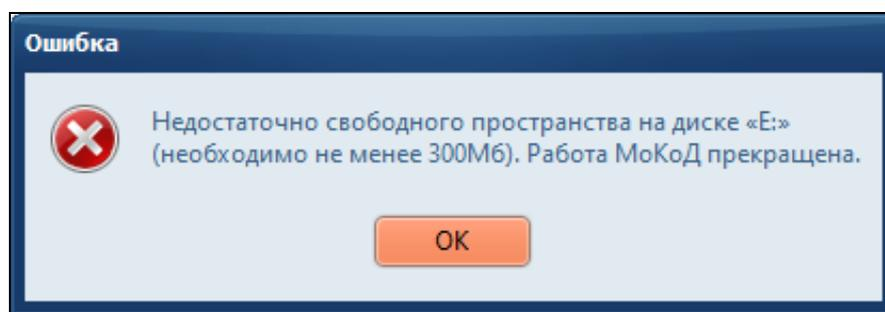

Рисунок 2 – Ошибка запуска МоКоД ПЛ при недостатке свободного пространства на диске
**Внимание!** Для запуска программы объем свободного пространства на логическом диске, на котором расположены исполняемые файлы МоКоД ПЛ, должен составлять не менее 300 Мб. При невыполнении данного условия МоКоД ПЛ выдаст соответствующее сообщение об ошибке (Рисунок 2) и запуск программы прервется.
Если в процессе дальнейшей работы программы объем свободного пространства логического диска составит менее 300 Мб, то МоКоД выдаст соответствующее сообщение об ошибке (Рисунок 2). После нажатия кнопки «ОК» работа программы автоматически завершится.